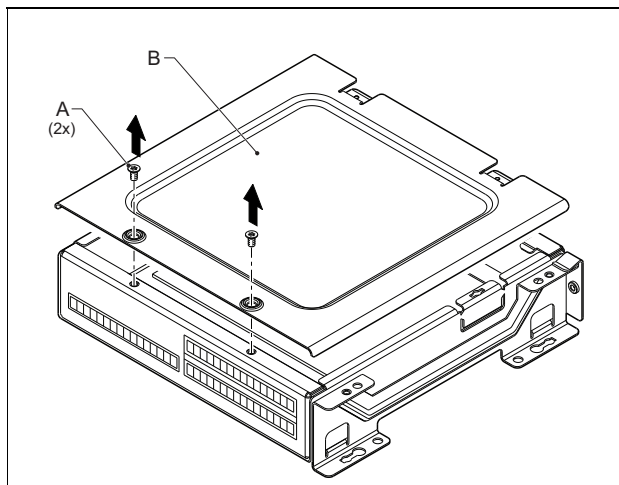

figura 20.8: Rimozione della copertura del modulo
- 1 Rimuovere le viti (A) da ciascun modulo e rimuovere il coperchio superiore (B) (vedere figura 20.8). Conservare le viti (A) per un uso successivo.